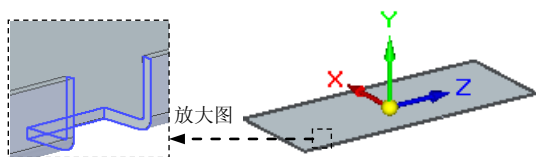

图 8.13.268 镜像特征 3
Step12. 创建图 8.13.268 所示的镜像特征 3。
(1) 选取要镜像的特征。选取法向除料特征 2 为镜像源。
(2) 选择命令。单击“主页”功能选项卡“阵列”工具栏中的 镜像按钮。
(3) 定义镜像平面。选取俯视图 (XY) 平面为镜像平面。
(4) 单击 按钮，完成特征的创建。